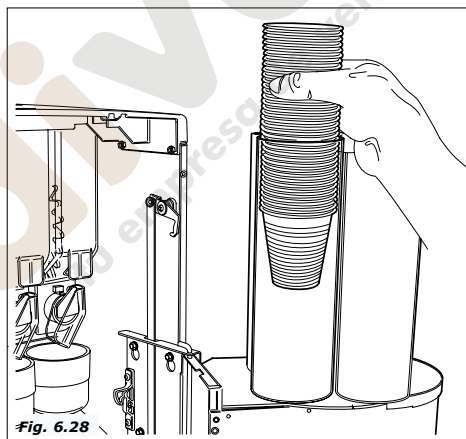

Fig. 6.28
- llegados a este punto, cargar por la parte superior de la columna de vasos sin girarla manualmente (Fig. 6.28).